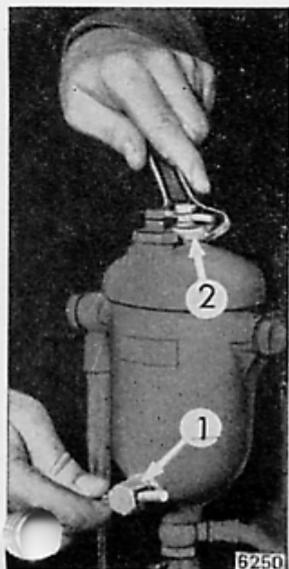

Fig. 32
toutes les 240 heures de marche (à chaque deuxième vidange d'huile), pour le moins lorsque la puissance du moteur baisse. Sur un réservoir surélevé fermez tout d'abord le robinet d'admission. Evacuez les boues de décantation en ouvrant le bouchon de vidange (1) – Figure 32 –, dévissez l'écrou de serrage (2) déposez le couvercle (3) – Figure 33 – et extrayez le manchon en feutre (4).